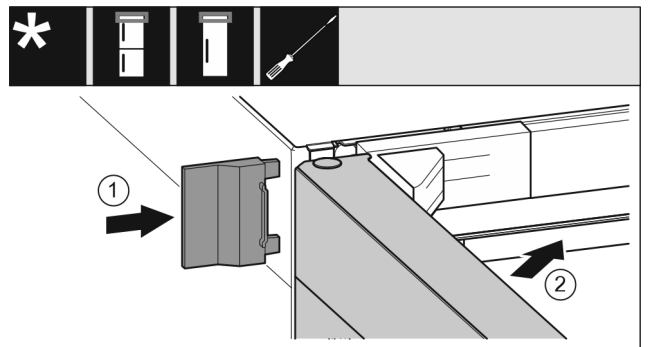

Fig. 22
- ▶ Insérer le cache extérieur Fig. 22 (1).
- ▶ Fermer la porte supérieure Fig. 22 (2).